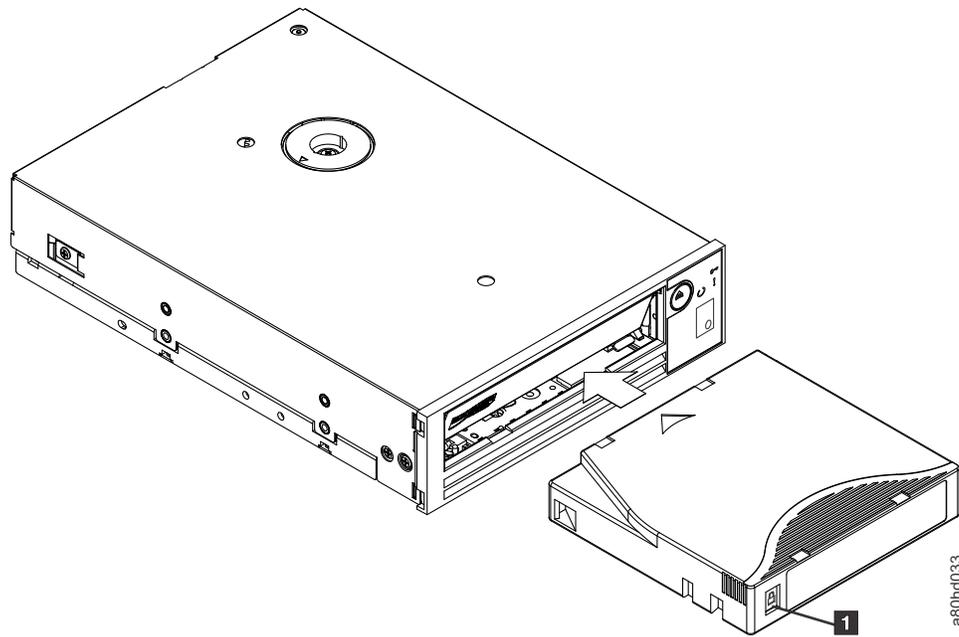

Abbildung 3-5. Kassette einlegen
4. Schieben Sie die Kassette in den Kassettenladeschacht (siehe Abb. 3-5 auf Seite 3-4). Das Bandlaufwerk lädt die Kassette automatisch.